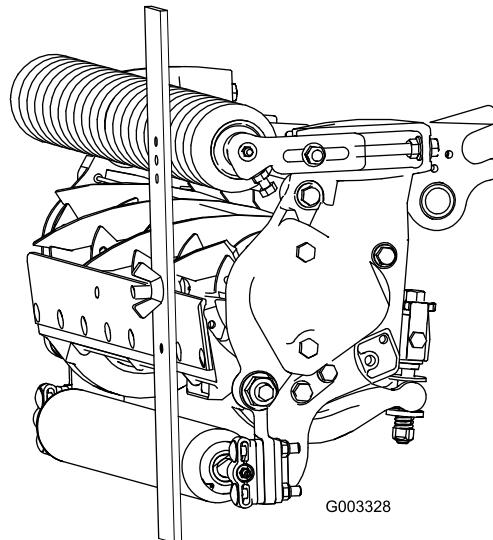

Figura 16
- Prenda a cabeça do parafuso à extremidade cortante da lâmina de corte e apoie a extremidade traseira da barra no rolo traseiro (Figura 16).
- Rode o parafuso de ajuste até que o rolo entre em contacto com a dianteira da barra indicadora (Figura 16). Ajuste ambas as extremidades do rolo até que todo o rolo esteja paralelo à lâmina de corte.